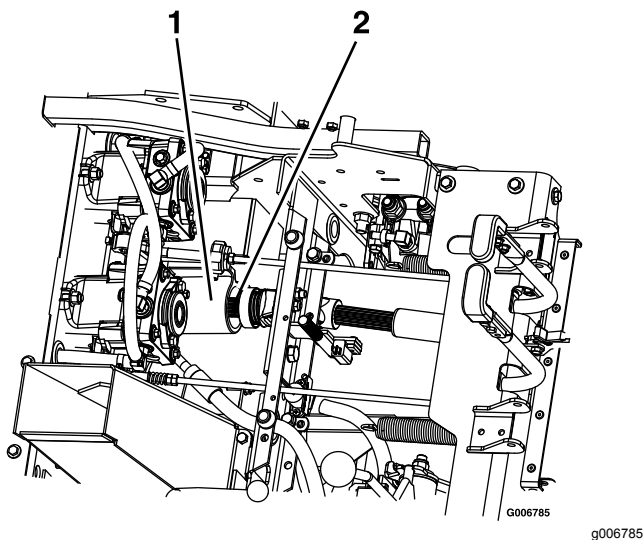

Figura 70
8. Levante el asiento y desconecte el árbol de transmisión usando el acoplamiento rápido del eje secundario (Figura 70).
3. Levante el asiento y conecte el árbol de transmisión al eje secundario (Figura 70)